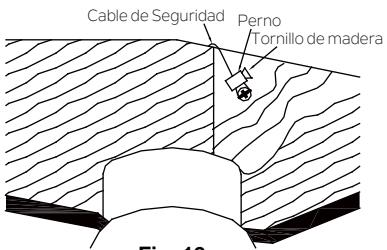

Fig. 12
Paso 2. Insertar el cable de seguridad a través del soporte de montaje y uno de los agujeros en la caja tormacorrientes en el techo. Ajuste la longitud del cable de seguridad para alcanzar el tornillo y las arandelas tirando del cable adicional a través de la abrazadera del cable hasta que la longitud total sea correcta, luego colocar el extremo del cable otra vez mediante la abrazadera del cable, formando un bucle en el extremo del cable . Apriete muy bien la abrazadera del cable. Ahora, coloque el lazo en el extremo del cable de seguridad sobre el tornillo de madera y debajo de la arandela. Apriete el tornillo para madera de forma segura (Fig. 12).